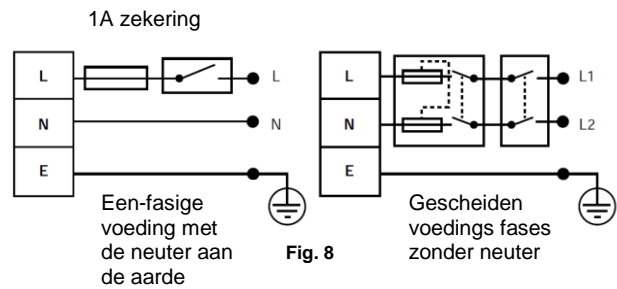

Fig. 8
5. Het is belangrijk dat bij de bedrading rekening gehouden wordt met de polariteit van de voelers. Zie hiertoe fig.8, (PL5 op de R16C wordt verbonden met de rode geleider van de voeler en PL4 op de R16C wordt verbonden met de blauwe geleider van de voeler). Verwisselt men deze bedrading, dan geeft de monitor de indruk goed te werken, doch zal hij verwarrende resultaten leveren.